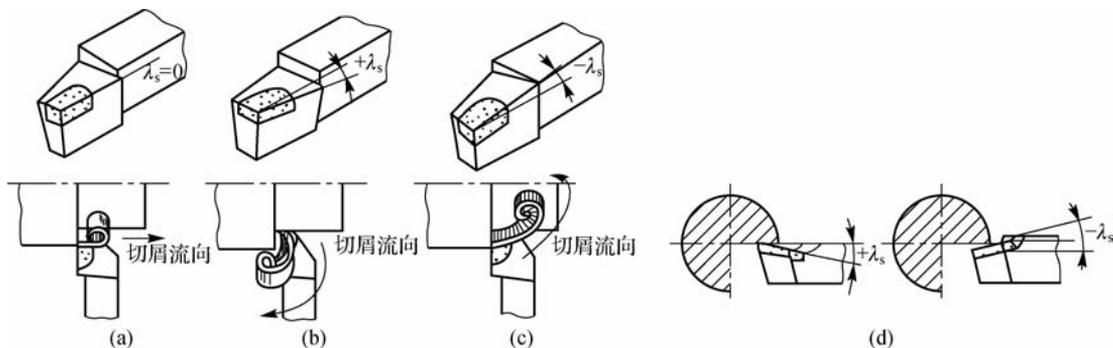

图 5-30 刃倾角及其作用
② 主偏角的选择原则。在工艺系统刚度允许的情况下,选择小的主偏角,这样有利于提高刀具的寿命。
(4) 副偏角的功用和选择。
① 副偏角的功用。副偏角的功用主要是减小副切削刃和已加工表面的摩擦。副偏角减小,可以显著降低残留面积的高度,降低工件表面粗糙度,同时刀尖角  $\epsilon_r$  增大,散热条件好转,从而提高刀具寿命。但副偏角过小会增加副后刀面与工件之间的摩擦,并使径向力增大,易引起振动。
② 副偏角的选择。副偏角主要根据工件已加工表面的粗糙度要求和刀具强度来选择,在不引起振动的情况下,尽量取小值。但对于切断刀、锯片刀来说,为保证刀头强度,只能取很小的副偏角,一般取  $\kappa'_r = 1^\circ \sim 2^\circ$ 。
(5) 刃倾角的功用及选择。
① 刃倾角的功用。刃倾角的主要作用是控制排屑方向,如图 5-30 所示。当刃倾角为负值时,可增加刀头的强度,并在车刀受冲击时保护刀尖。刃倾角还会影响前角及切削刃的锋利程度。增大刃倾角能使切削刃锋利,并可切下很薄的金属层。
刃倾角有正、负和零之分。当主切削刃和基面平行时,刃倾角为零,切削时,切屑基本上朝垂直于主切削刃的方向排出,如图 5-30(a)所示。当刀尖位于主切削刃最高点时,刃倾角为正值。切削时,切屑朝工件待加工面的方向排出,如图 5-30(b)所示。切屑不易擦伤已加工表面,工件表面粗糙度值较小,但刀尖强度较差。尤其是车削不连续的工作表面时,由于
冲击力较大,刀尖易损坏。当刀尖位于主切削刃最低点时,刃倾角为负值。切削时,切屑朝工件已加工表面的方向排出,如图 5-30(c)所示,容易擦伤已加工表面,但刀尖强度高。在车削有较大冲击力的工件时,最先承受冲击的着力点在远离刀尖的切削刃处,从而保护了刀尖,如图 5-30(d)所示。